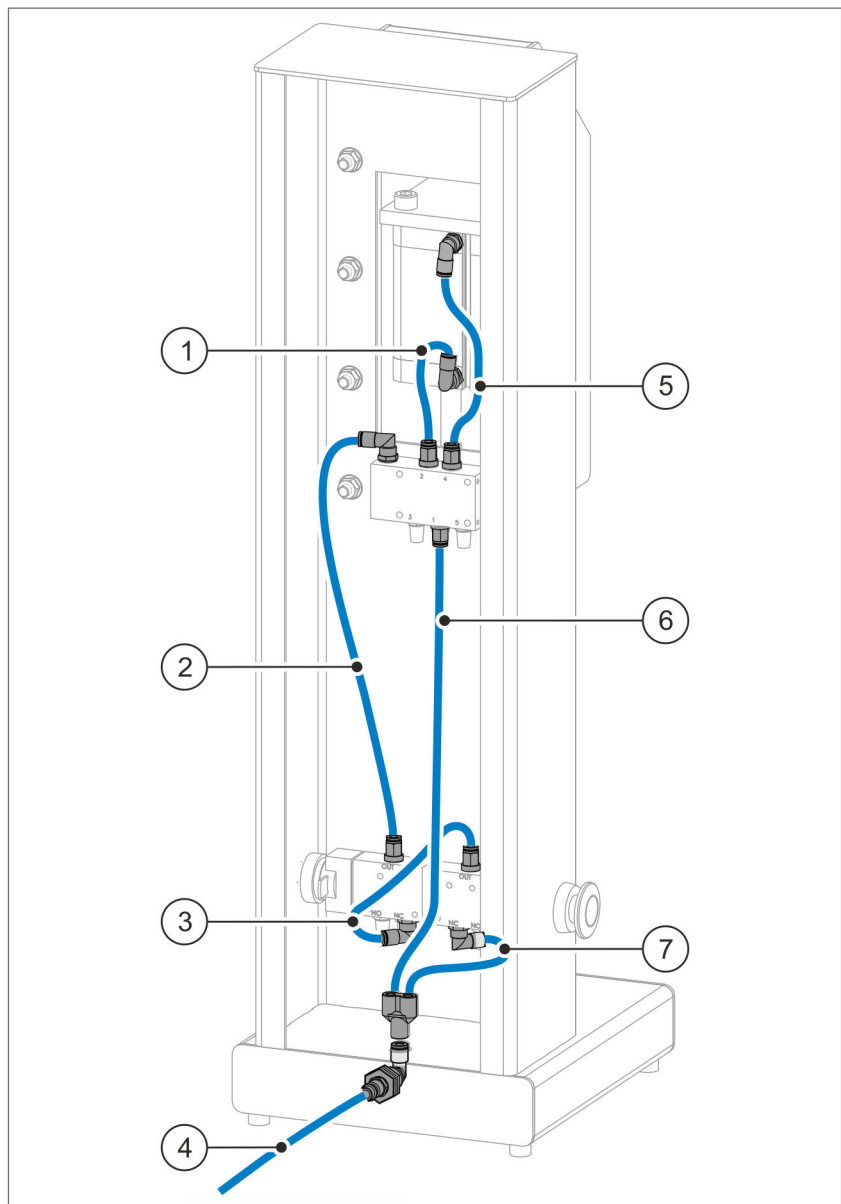

Abb. 11 Verbindungsschläuche am Korkfix
- 5/2-Wege-Pneumatikventil – obere Druckluftsteckverbindung für den Hubzylinder (Abb. 11/①)
- Y-Verteiler – 5/2-Wege-Pneumatikventil (Abb. 11/②)